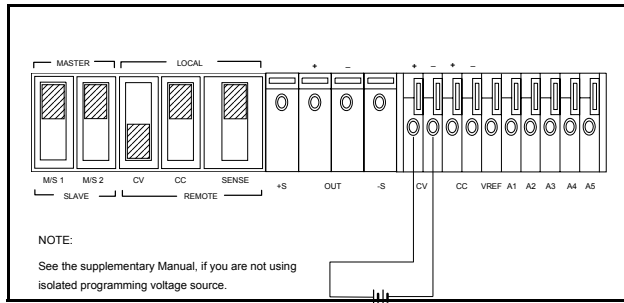

図6. リモート電圧プログラミング、定電圧
**リモートプログラミング、定電圧。** 図6は、出力電圧のリア・パネル・スイッチ設定および端子接続を示しています。リモート・プログラミング電圧で1Vdc変更すると、出力電圧(電圧利得)は次のように変更されます。E3614A:0.8Vdc、E3615A:2Vdc、E3616A:3.5Vdc、E3617A:6Vdc